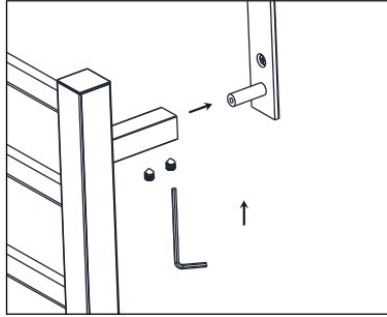

Figure 6
1. Desserrer les vis à tête creuse sur les deux côtés de la partie chauffante, comme indiqué sur la figure 6.